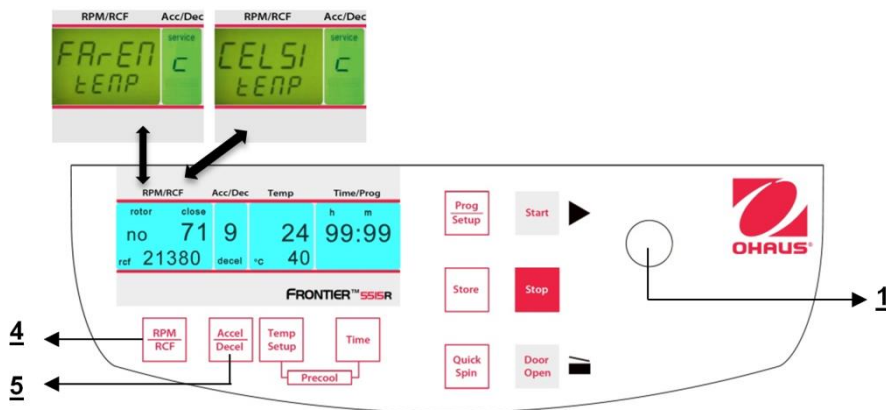

Figure. 32
Poursuivre conformément à la description du paragraphe 4.1.2 pour entrer dans ce mode de programme et appuyer ensuite sur la touche "**Accel/Decel**" (5). Sur l'affichage "**Acc/Dec**" (A-2), le mot "**Service**" apparaît. Sélectionner maintenant la lettre "**C**" avec le bouton de réglage (1). Ceci entraîne l'apparition des mots "**CELSI/temp**" sur l'affichage "**RPM | RCF**" (A-1). En appuyant sur la touche "**RPM | RCF**" (4), le mot "**CELSI**" clignote et il devient possible de modifier l'affichage en degrés Fahrenheit "**FAREN**" avec le bouton de réglage (1) (voir la figure 32).